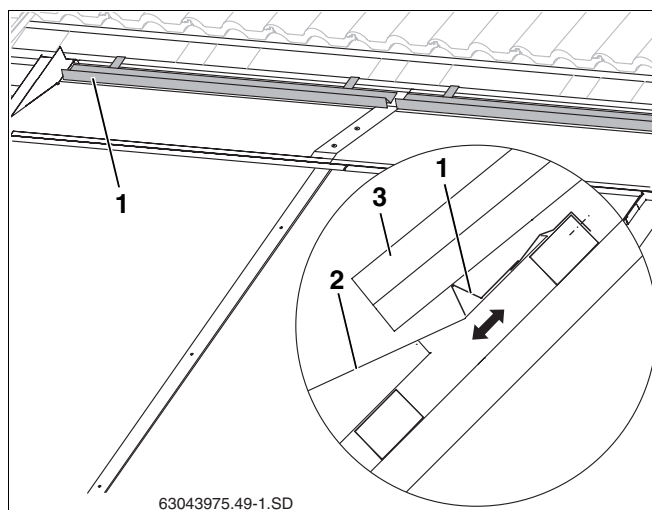

Fig. 61 Disporre e fissare il supporto per coppi
- esso copra la lamiera di copertura (fig. 61, **pos. 2**) nella maniera più ampia possibile, ma senza toccarla, e
- Disporre il supporto per coppi (fig. 61, **pos. 1**) nella posizione calcolata e fissarlo al listello da tetto.
- Appoggiare i coppi tagliati (fig. 61, **pos. 3**).